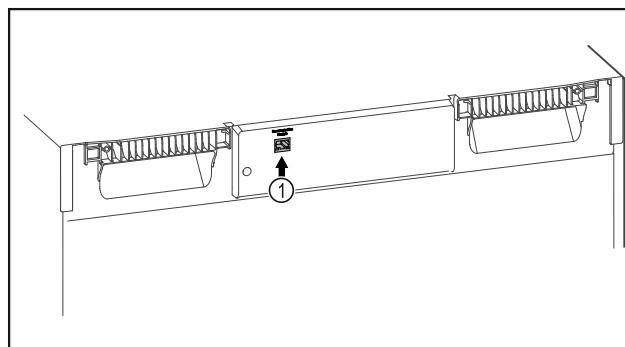

Fig. 131
- SmartModule Fig. 131 (1) er installert.